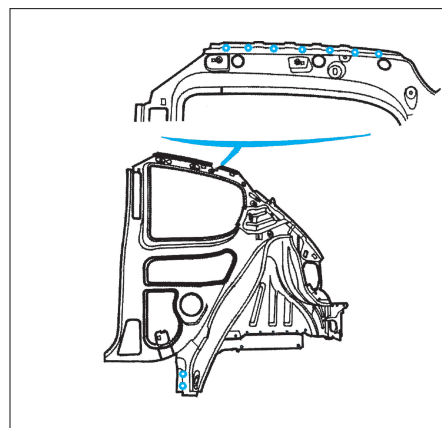

FIG. 130
- Percer des trous de Ø 6,5 mm pour soudage ultérieur par points bouchons (Fig.130).